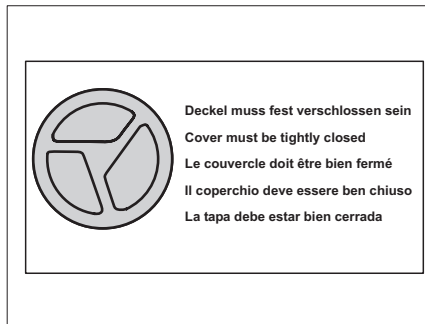

Fig. 96 Cartello dei coperchi
- ▶ Prima della partenza verificare che entrambi i coperchi siano chiusi. Prestare attenzione al cartello (Fig. 96).